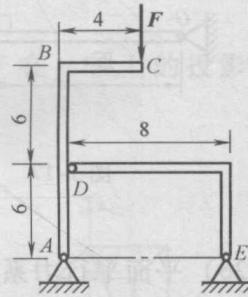

图 1-23
(5) 图 1-23 所示结构由两弯杆  $ABC$  和  $DE$  构成。构件重量不计，图中的长度单位为 cm。已知  $F = 200\text{N}$ ，试求支座  $A$  和  $E$  的约束力。